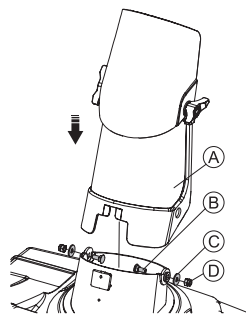

Рис. 4
3. Извлеките из основания желоба два болта M6 x 16 (B), две шайбы (C) и две стопорные гайки (D). Установите на основание желоба дефлектор (A) и зафиксируйте его с помощью извлеченного из основания желоба крепежа (Рис. 4).